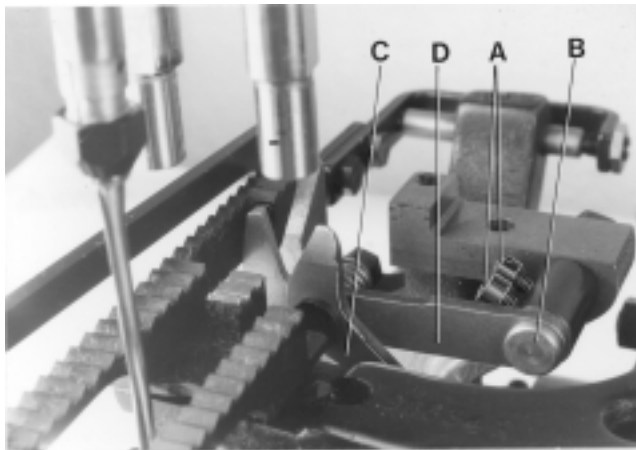

Fig. 18
Remove presser foot, throat plate and cloth plate. Swing-off the end cover. Turn pulley until the feed dog is in its extreme front position. Loosen screws (A, Fig. 18) and pull the chain cutter with stud (B) to the front and take it out of the machine.
Assemble the new chain cutter. Insert the hole on knife pilot (C, Fig. 18) down on the pin in the knee lever. Insert stud (B) in the hole on knife pilot (D) and tighten screws (A) on the flat of the stud. Check if the cutting edges overlap approx. 0.3 mm (.012").
Entfernen Sie den Drückerfuß, Stichplatte und Stoffplatte. Klappen Sie das Abschlußblech weg. Drehen Sie an der Riemenscheibe, bis der Transporteur in seiner vordersten Stellung ist. Lösen Sie die Schrauben (A, Fig. 18), ziehen Sie die Kettenschere mit dem Bolzen (B) nach vorne und nehmen Sie sie nach oben aus der Maschine.
Montieren Sie die neue Schere. Hängen Sie die Bohrung im Messerschlenkel (C, Fig. 18) unten am Stiff im Messerhebel ein. Stecken Sie den Bolzen (B) durch die Bohrung am Messerschlenkel (D) und ziehen Sie die Schrauben (A) auf der Fläche des Bolzens an. Prüfen Sie ob die Messerschneiden der neuen Kettenschere etwa 0,3 mm überlappen.